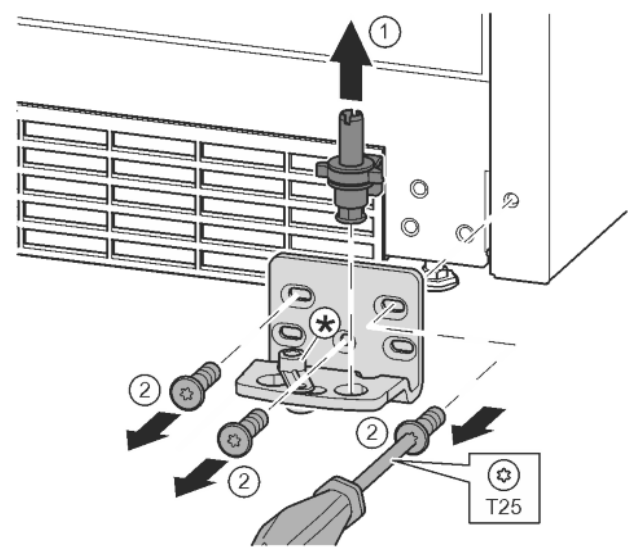

Fig. 14
- ▶ Pilnīgi izvelciet ārā uz augšu gultņa tapu. Fig. 14 (1)
- ▶ Ar skrūvgriezi T25 izskrūvējiet skrūves un noņemiet gultņa balstu. Fig. 14 (2)